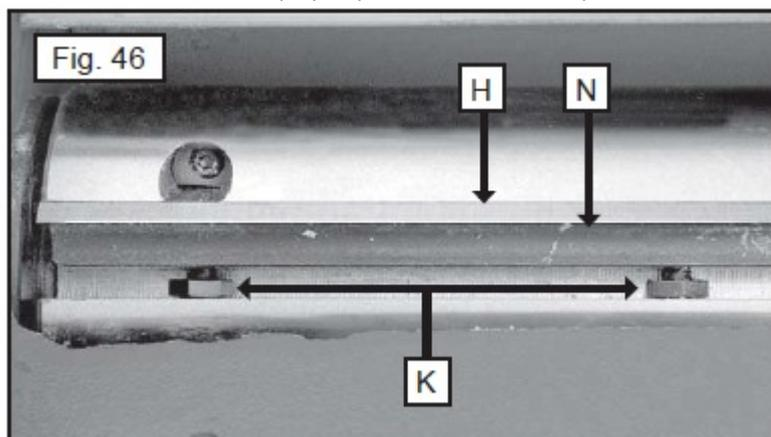

Рис. 46
- A. Снять с режущего вала нож (H), рис. 46, планку (N) крепления и установочные винты (K). Повторить данные действия с другими ножами, планками крепления и установочными винтами.